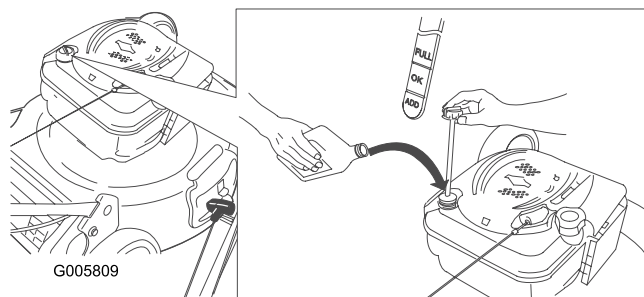

Figura 12
1. Retire la varilla, límpiela, y vuelva a colocarla (Figura 12).